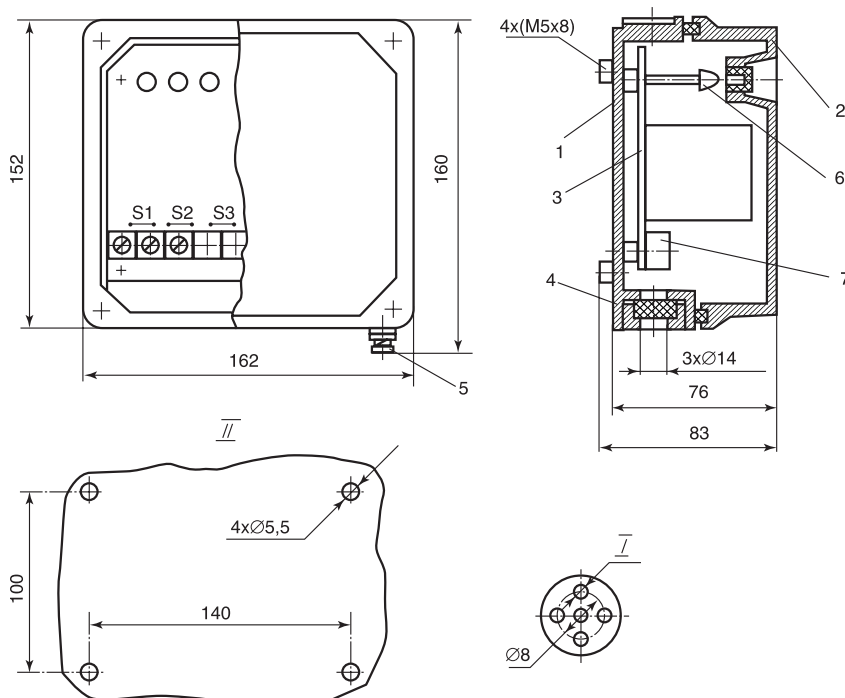

Рис.2 Габаритные и установочные размеры датчиков:
Датчик-реле состоит из передающего преобразователя ППР-03 (рис.1) и трех датчиков (рис.2).
Датчик (см. рис.2) состоит из корпуса (штуцера) (1), электрода с изолятором (2) и колпачка (3), служащего для уплотнения провода, подключаемого к клемме электрода.